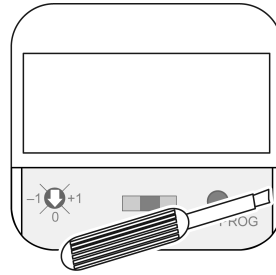

рисунок 16: Демонтаж декоративной крышки
- Осторожно снять декоративную крышку с помощью отвертки (рисунок 16).